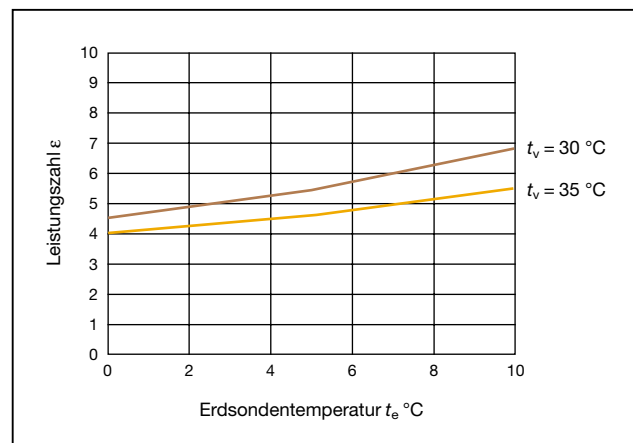

Bild 2: Abhängigkeit der Leistungszahl ε von der Erdsondentemperatur (t_e), dargestellt bei zwei verschiedenen Vorlauftemperaturen (t_v)
Sowohl die Höhe der Erdsondentemperatur als auch deren Konstanz beeinflussen die Wirtschaftlichkeit der Wärmepumpe (Bild 2). Sinkt z. B. die Erdsondentemperatur von 10 °C auf 0 °C, sinkt die Leistungszahl im Vgl. zu Gl. (3) auf: